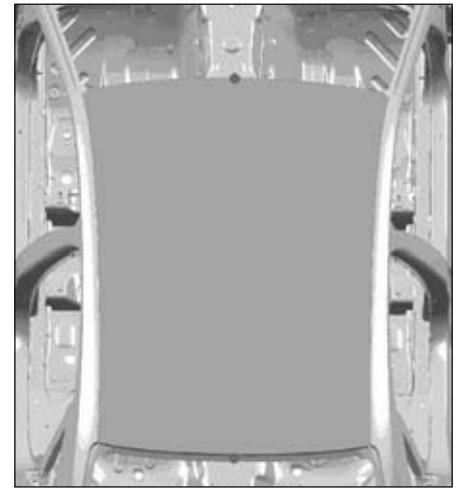

FIG.67
- Mettre le pavillon en place et le fixer avec des vis à tête (Fig.67).
- Mettre le pavillon en place et le fixer avec des vis à tôle (Fig.67).